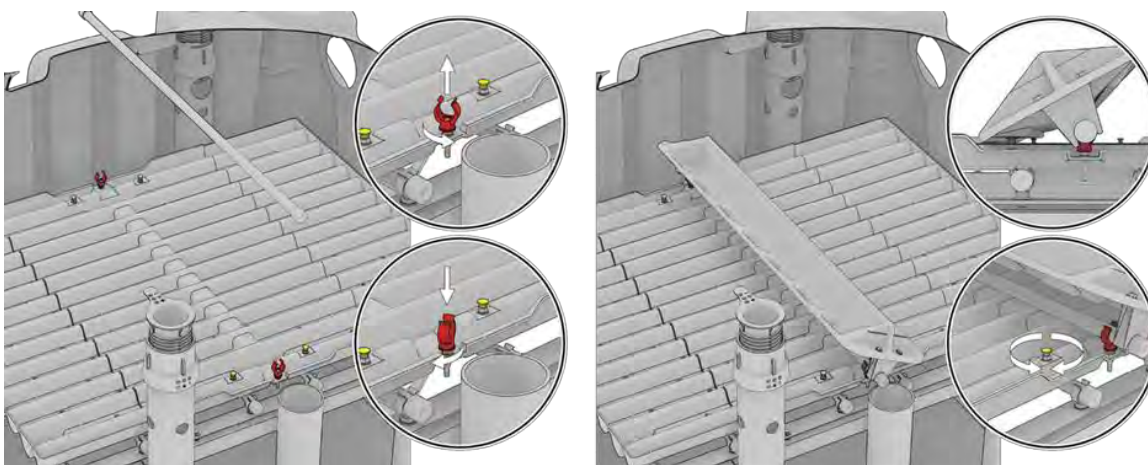

Fig. 58: Ajuster la planéité du système de répartition
4. Si nécessaire, ajuster l'alignement de l'axe support de l'auget basculant à l'aide des deux colliers plastiques (en rouge sur Fig. 58). Le cas échéant, ajuster la position des taquets (en jaune sur Fig. 58) afin que l'auget soit en contact avec les deux à chaque basculement (2 taquets de part et d'autre de l'axe support).